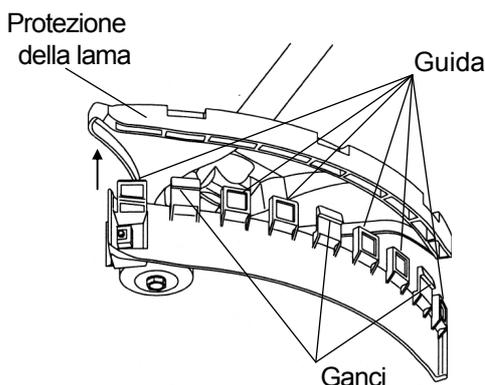

Fig. 4
3. Introdurre la guida nella fessura della protezione della lama Fig. 4. Accertarsi di posizionare i tre ganci nelle posizioni sulla protezione indicate in Fig. 5.